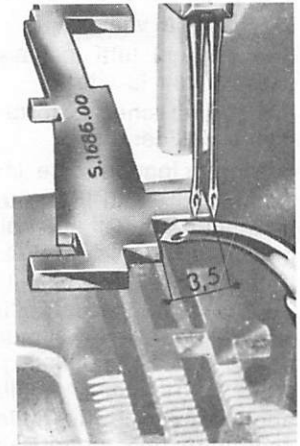

fig. 7
**Nota:** Per ottenere la quota mm. 8,6 in fig. 8 bisogna ruotare verso il basso o verso l'alto la leva E, tenendo presente che così facendo diminuiscono o aumentano le quote della fig. 7.